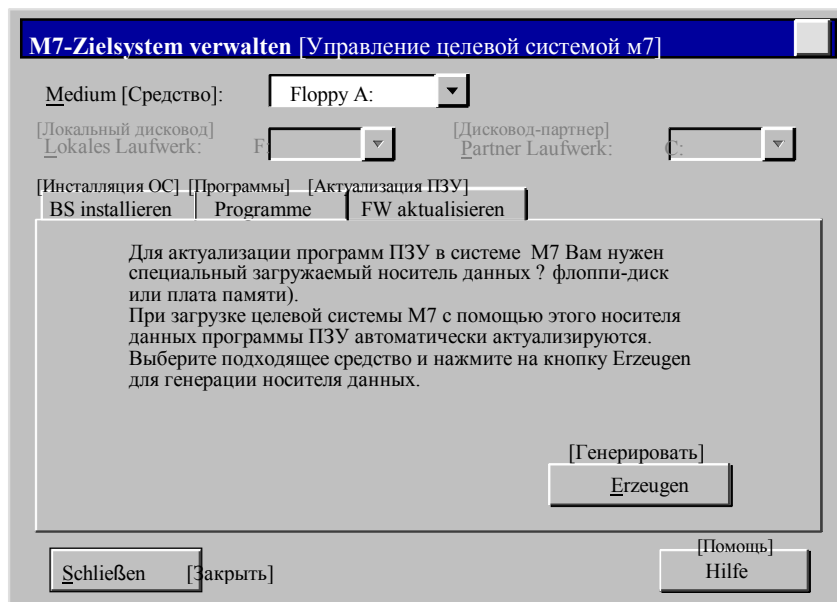

Рис. 17-2. Вкладка "FW aktualisieren" ("Актуализация ПЗУ")
3. Откройте в диалоговом окне вкладку "FW aktualisieren" ("Актуализация ПЗУ") (см. рис. 17-2).